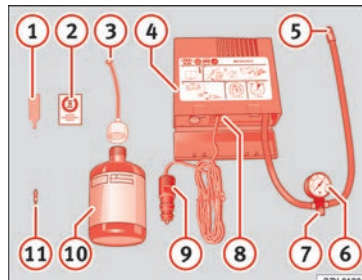

Fig. 48 Représentation standard : contenu du kit anticrevaison.
- Dévissez le capuchon et l'obus de la valve du pneu. Utilisez l'appareil » fig. 48 ① pour extraire l'obus. Placez-le sur une surface propre.
- Agitez fortement la bouteille de produit de colmatage des pneus » **fig. 48 ⑩**.
- Vissez le tuyau de gonflage » **fig. 48 ③** sur la bouteille de produit de colmatage. Le plombage du goulot de la bouteille est automatiquement percé.
- Retirez le bouchon du tuyau de remplissage » **fig. 48 ③**, puis vissez l'extrémité ouverte du tuyau sur la valve du pneu.
- Placez de nouveau l'obus de valve sur la valve du pneu avec l'outil » **fig. 48 ①**.
- Vissez le tuyau de gonflage du pneu du compresseur » **fig. 48 ⑤** sur la valve du pneu.
- Vérifiez si la vis d'évacuation d'air est serrée » **fig. 48 ⑦**.
- Branchez le connecteur » **fig. 48 ⑨** à une prise de courant de 12 volts du véhicule » **page 129**.
- Raccordez le compresseur d'air au commutateur ON/OFF » **fig. 48 ⑧**.